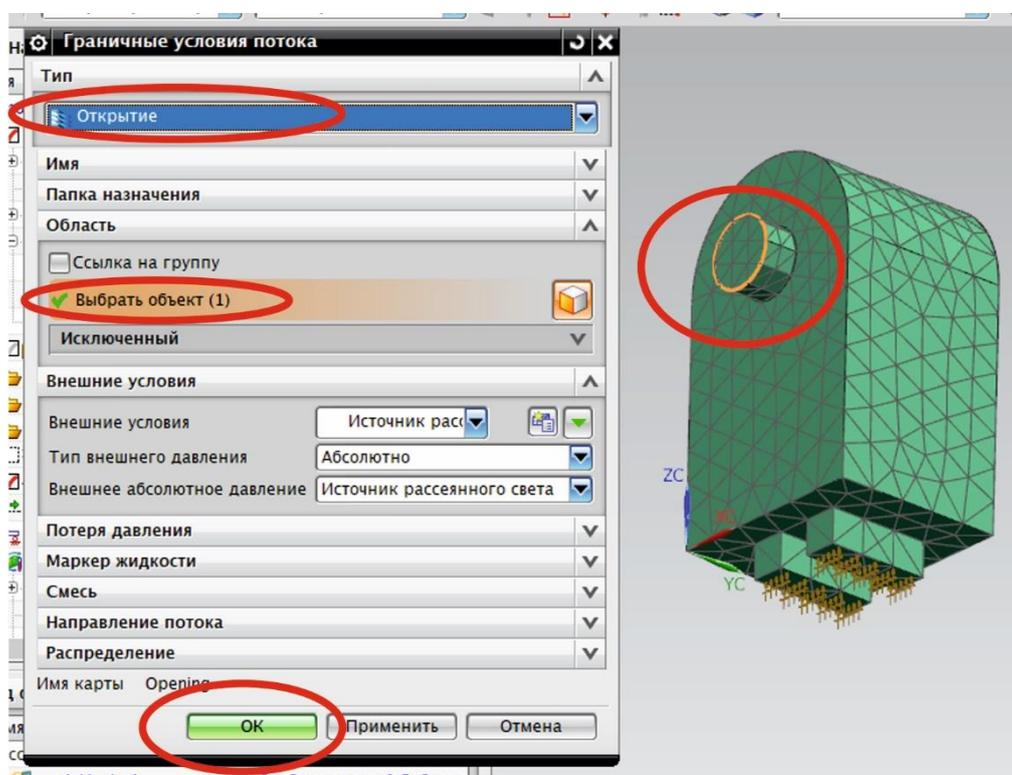

Рис. 1.10. Задание граничных условий выходного потока
11. Задайте граничные условия для выходного потока. Закладка панели инструментов «*Исходная*» – «*Тип объекта симуляции*» – «*Граничные условия потока*». В открывшемся окне настроек «*Граничные условия потока*» выберите тип «*Открытие*» и выберите грань откуда выходит поток (рис. 1.10). Нажмите «*Ок*». Открытая грань будет помечена квадратиками.